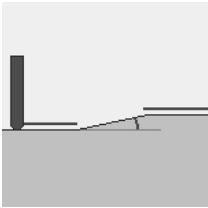

图 2-89 “Max.horizontal slope” 示意图
- “Max.horizontal slope”: 用于设置部件上平面的角度, 如图 2-89 所示。超过该角度的平面被认为是陡峭面, “ZLevel” 只加工陡峭面。